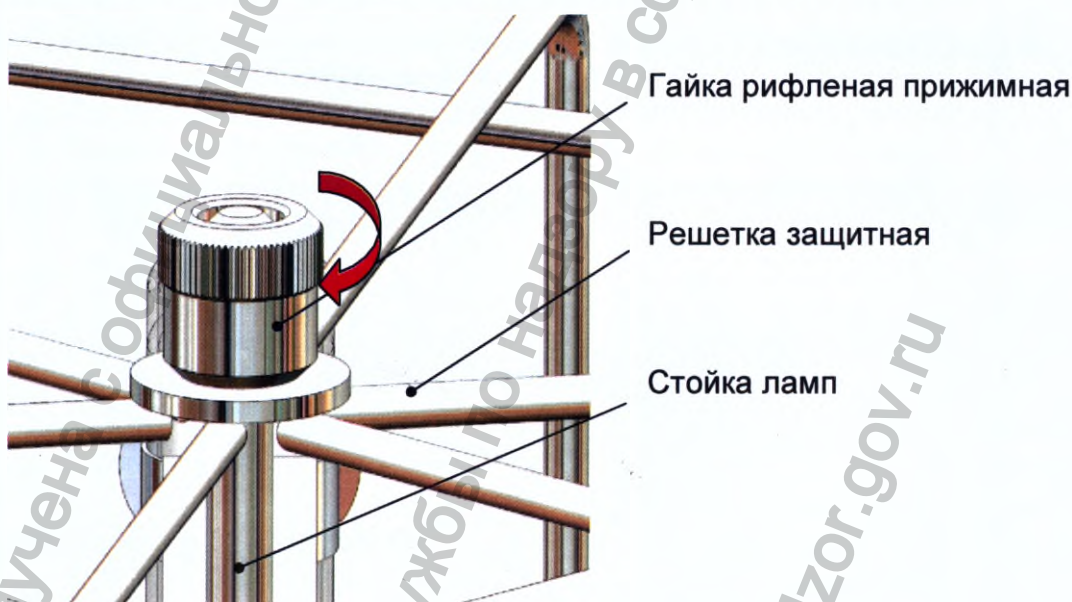

Рис. 23. Фиксация решётки защитной
6.8 Зафиксировать решетку защитную гайкой рифлёной прижимной (рис. 23). Гайку закручивать вручную, без применения инструмента, до контакта с решёткой. При транспортировке гайка рифлёная прижимная зафиксирована на стойке лампы.
- Установить решетку защитную, зафиксировав ее прижимной гайкой (п.6.7 рис. 22 и п.6.8 рис. 23).
- Установить решетку защитную, зафиксировав ее прижимной рифлёной гайкой (п.6.7 рис. 22 и п.6.8 рис. 23).
- Слегка прижать решетку к панели, закрутив гайку рифленую прижимную рис. 23.